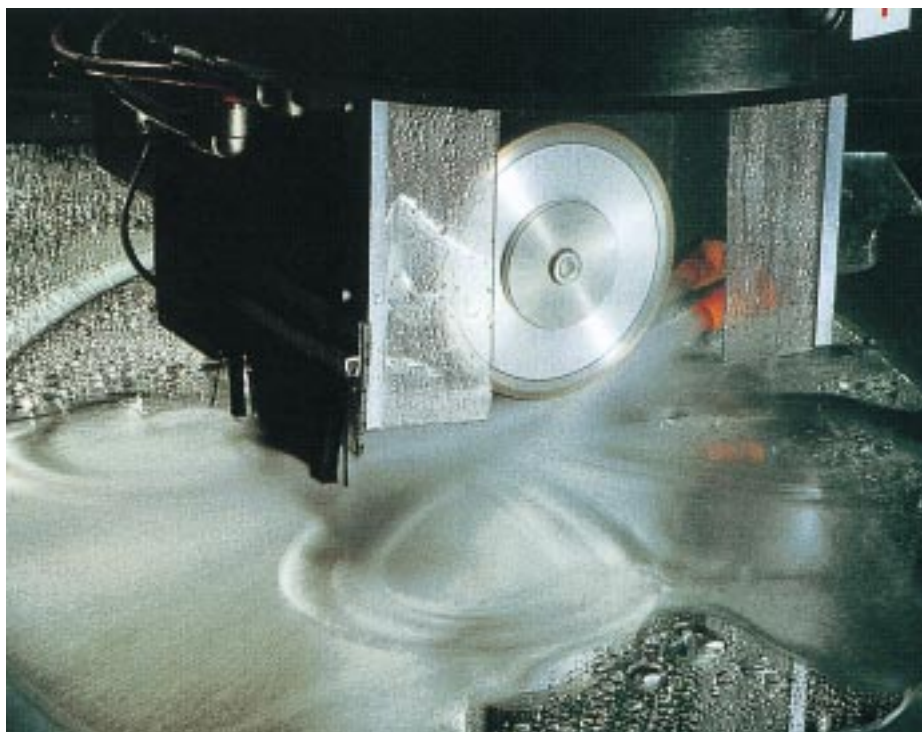

Bild 3: Einschleifen einer Rille in Spiegelglas
- Ein segmentiertes Diamantwerkzeug übernimmt dabei den ersten Bearbeitungsschritt. Die Kontur wird bei 2500 bis 300 U/min und einem Vorschub von 20 bis 70 cm/min unter Wasserzugabe in das Spiegelglas eingeschleifen (Bild 3), wobei der maximale Abtrag ca. 1 mm Material beträgt. Die Bearbeitungsdauer liegt in Abhängigkeit von der zu schleifenden Rille bei 1,5 bis 4,5 min/m. Anschließend wird mittels Druckluft das Wasser von der Spiegeloberfläche entfernt.